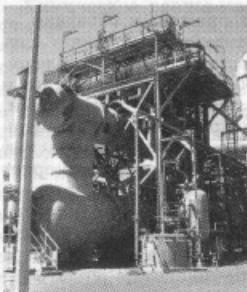

Рис. 107. Колонна синтеза аммиака
2. Изменение давления. Синтез аммиака из водорода и азота сопровождается уменьшением объема: из 4 моль исходных веществ образуется только 2 моль аммиака. Очевидно, что в закрытом сосуде или аппарате (он называется колонной синтеза) (рис. 107) продукты этой реакции создают меньшее давление, чем создавали сходные вещества. Значит, прямая реакция — синтез аммиака — сопровождается понижением давления. Наоборот, разложение аммиака на водород и азот ведет к увеличению числа молекул газов, а следовательно, и к увеличению давления.